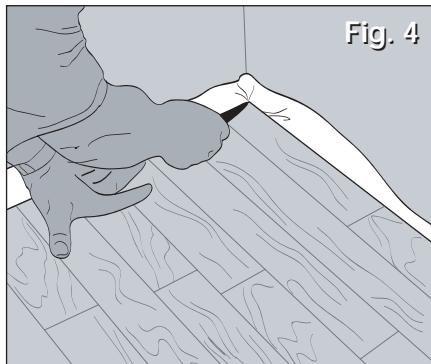

Fig. 4
7. Una vez que se haya instalado completamente el piso, corte el exceso de capa de insolacion a la altura del piso acabado. Haga esto antes de instalar la moldura del zócalo o contera. (vea la Fig. 4).